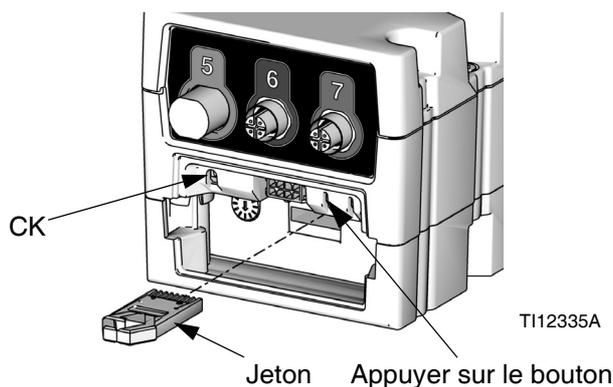

FIG. 51: Introduction du jeton
4. Appuyer et maintenir durant ~1 seconde le bouton montré sur FIG. 51, puis le relâcher. Le voyant rouge (CK) clignote jusqu'à ce que le nouveau logiciel soit complètement téléchargé.